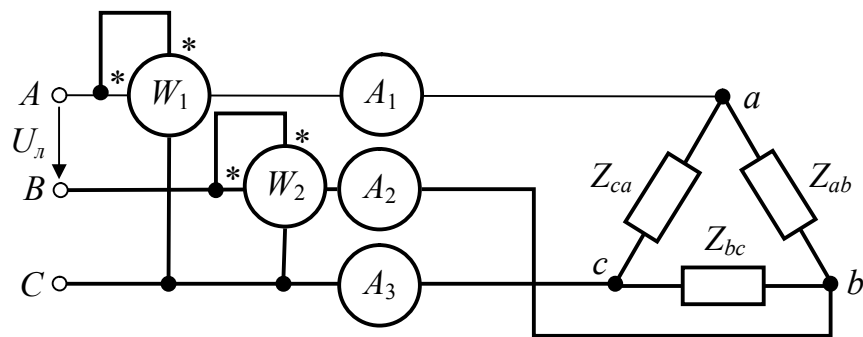

Рис. 6
**ЗАДАЧА 6.** Трехфазный приемник, соединенный треугольником, питается от симметричного генератора с линейным напряжением  $U_L$  (рис. 6). Сопротивления фаз приемника  $\underline{Z}_{ab}$ ,  $\underline{Z}_{bc}$ ,  $\underline{Z}_{ca}$  и напряжение  $U_L$  заданы в табл. 7.